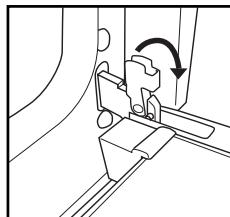

Fig. 1
2. Levante las sujetecierres y empújelas al máximo hacia delante (Fig. 1).